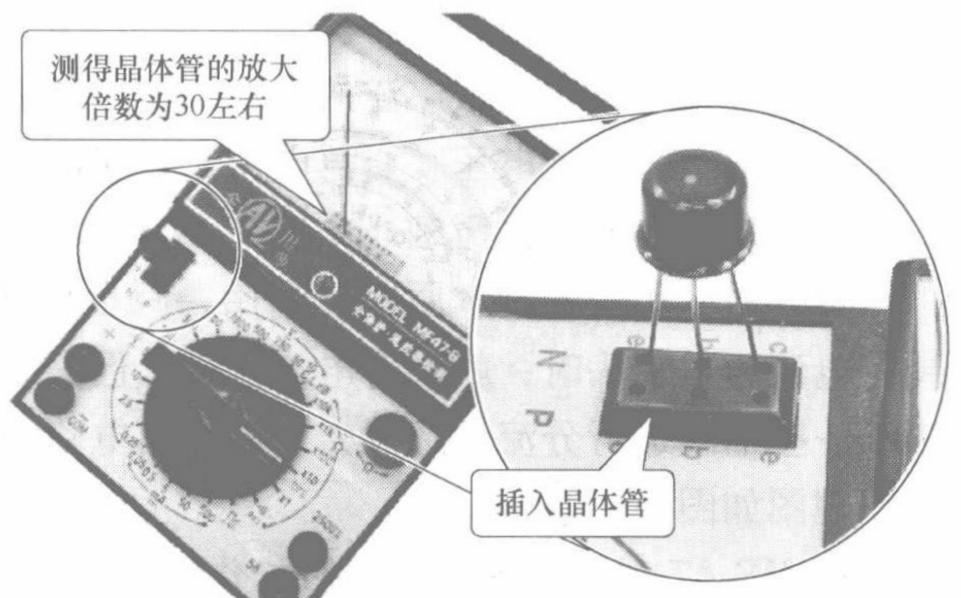

图 1-12 检测晶体管放大倍数
(2) 测量 根据晶体管的类型和引脚的极性将其插入相应的测量插孔，NPN 型晶体管插入标有“N”字样的插孔，PNP 型晶体管插入标有“P”字样的插孔，如图 1-12 所示，即可检测出该晶体管的放大倍数为 30 倍左右。